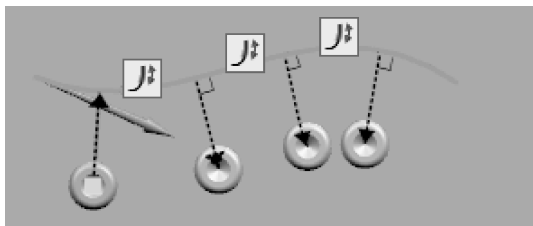

图 4-30 【偏置】路径方法
- 偏置：（默认）使用与路径最近的距离垂直于路径来投影输入特征的位置，然后沿该路径进行投影，如图 4-30 所示。